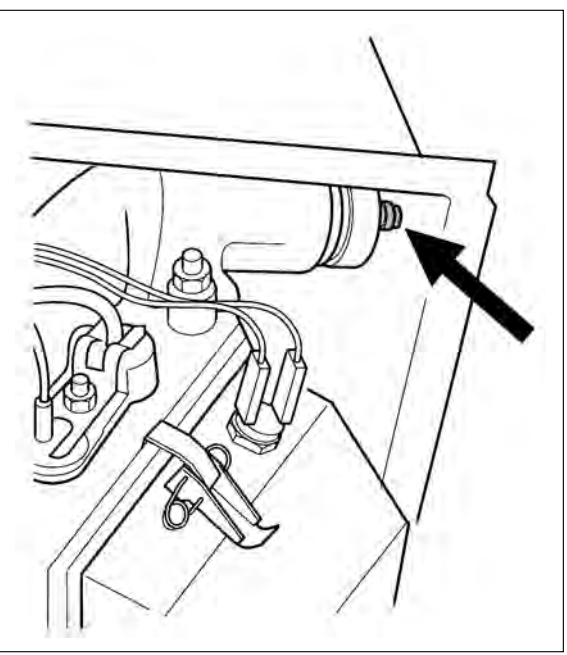

Fig. 8
- b). Mantenere la valvola di sfogo aria automatica con il tappo aperto di due giri. (Fig. 8)